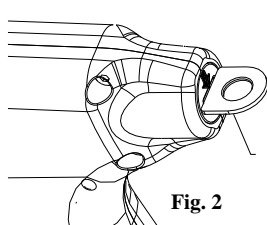

Fig. 2
4. Insertar el cartucho por la parte posterior del aplicador (Fig. 2), asegurandonos de sostener el cartucho por la parte proximal, con el fin de evitar cualquier desplazamiento de los clips.